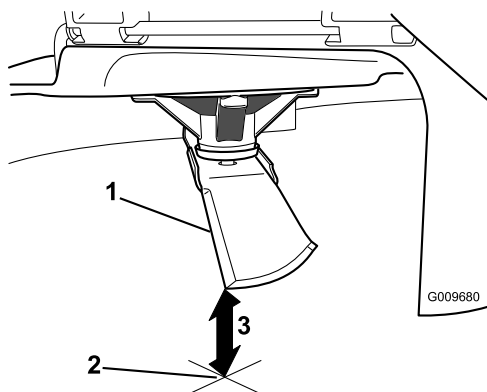

Figura 52
5. Mida desde la punta de la cuchilla hasta la superficie plana (Figura 52).